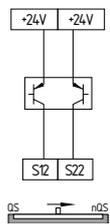

Fig. 11
**Control mediante dos canales de resguardos de seguridad (basados en microprocesadores) con salidas de semiconductor tipo P (p.ej. AOPD's) según IEC 61496 (véase fig. 11)**